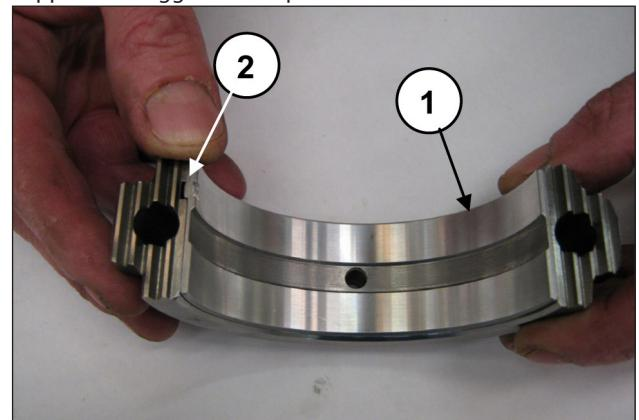

Fig. 67
Applicare i semicuscinietti inferiori ai cappelli (pos. ①, Fig. 67) assicurandosi che la linguetta di riferimento dei semicuscinietti venga posizionata nell'apposito alloggiamento sul cappello (pos. ②, Fig. 67).